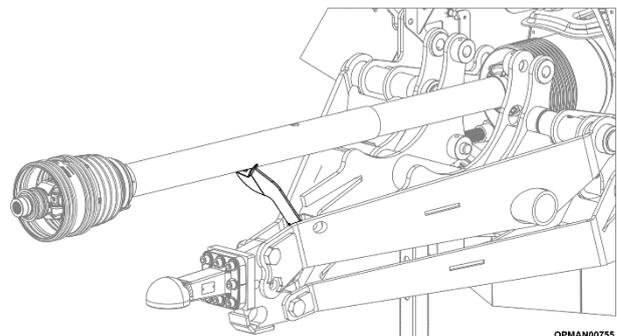

Abbildung 4.15 – Zapfwellenstützhalterung
- 4.5.1.7 Wenn die Eingangswelle nicht vollständig abgenommen werden soll, verwenden Sie die Zapfwellenstützhalterung der Maschine, um die Zapfwelle darauf abzustützen, siehe Abbildung 4.15. Dadurch wird sichergestellt, dass die Eingangswelle nicht verunreinigt wird.